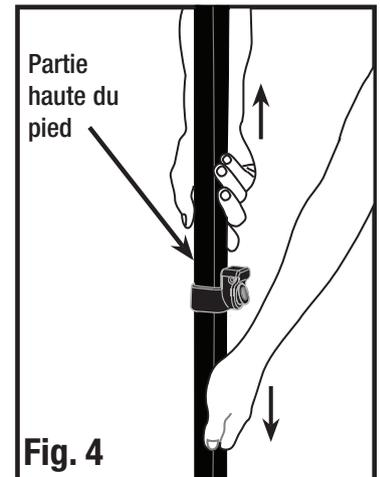

Fig. 4
- Ajustez l'abri à la hauteur désirée jusqu'à ce que les boutons-poussoir s'enclenchent correctement tout en s'assurant que les quatre poteaux sont égaux. (Fig. 4)